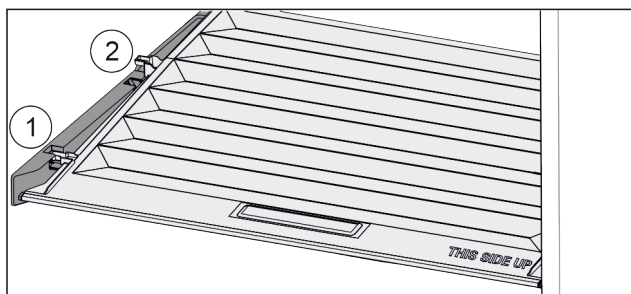

Fig. 58
- ▶ Deksel tot de opening in de vasthouddelen naar voren trekken Fig. 58 (1).
- ▶ Aan de achterkant vanaf de onderkant omhoog tillen en vanaf de bovenkant verwijderen Fig. 58 (2).